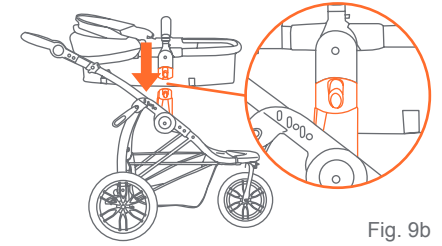

Fig. 9b
- Instale la sillita alineando las anclas que están a los lados de la sillita con las anclas del armazón del carrito y empújelas hasta que se encajen de forma segura (Fig. 9b). La sillita puede quedar mirando hacia cualquiera de las direcciones, ya sea hacia adelante o hacia atrás.